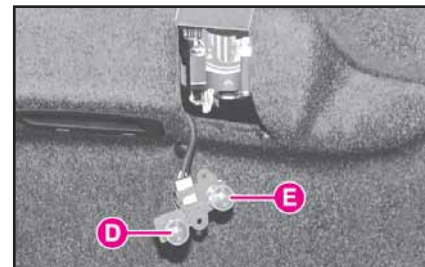

fig. 28
3) Enlever les ampoules tout verre, introduites par pression (fig. 28).